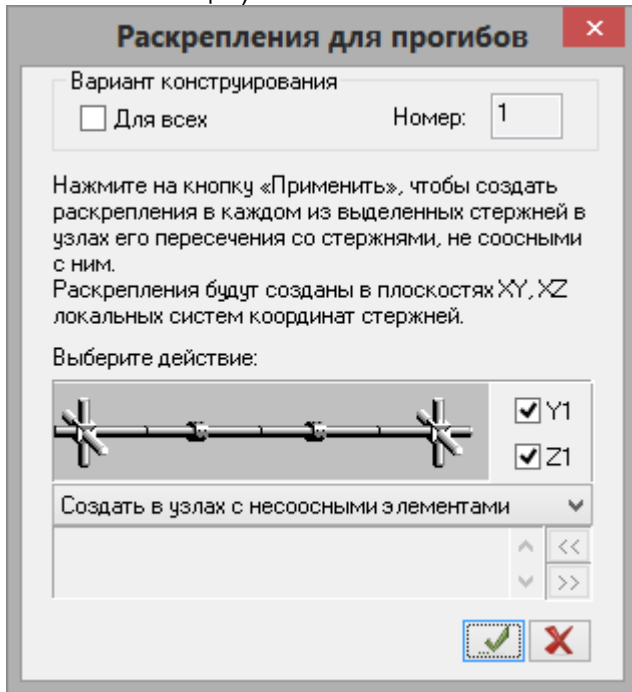

Рис.3.28. Диалоговое окно **Раскрепления для прогибов**
- Щелчком по кнопке  – **Раскрепления для прогибов** (панель **Конструирование** на вкладке **Создание и редактирование**) вызовите диалоговое окно **Раскрепления для прогибов** (рис.3.28).